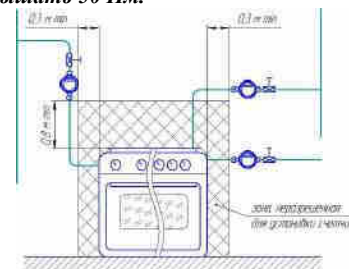

Рисунок 2
5.4.1 Установить счетчик на вертикальном или горизонтальном участке газопровода (рисунок 2). **ВНИМАНИЕ!** *Направление стрелки на корпусе счетчика должно совпадать с направлением потока газа в газопроводе.* Допускается установка счетчика в любом удобном для потребителя положении, не противоречащем правилам установки и монтажа газового оборудования. Наличие прямых участков до и после счетчика не требуется.